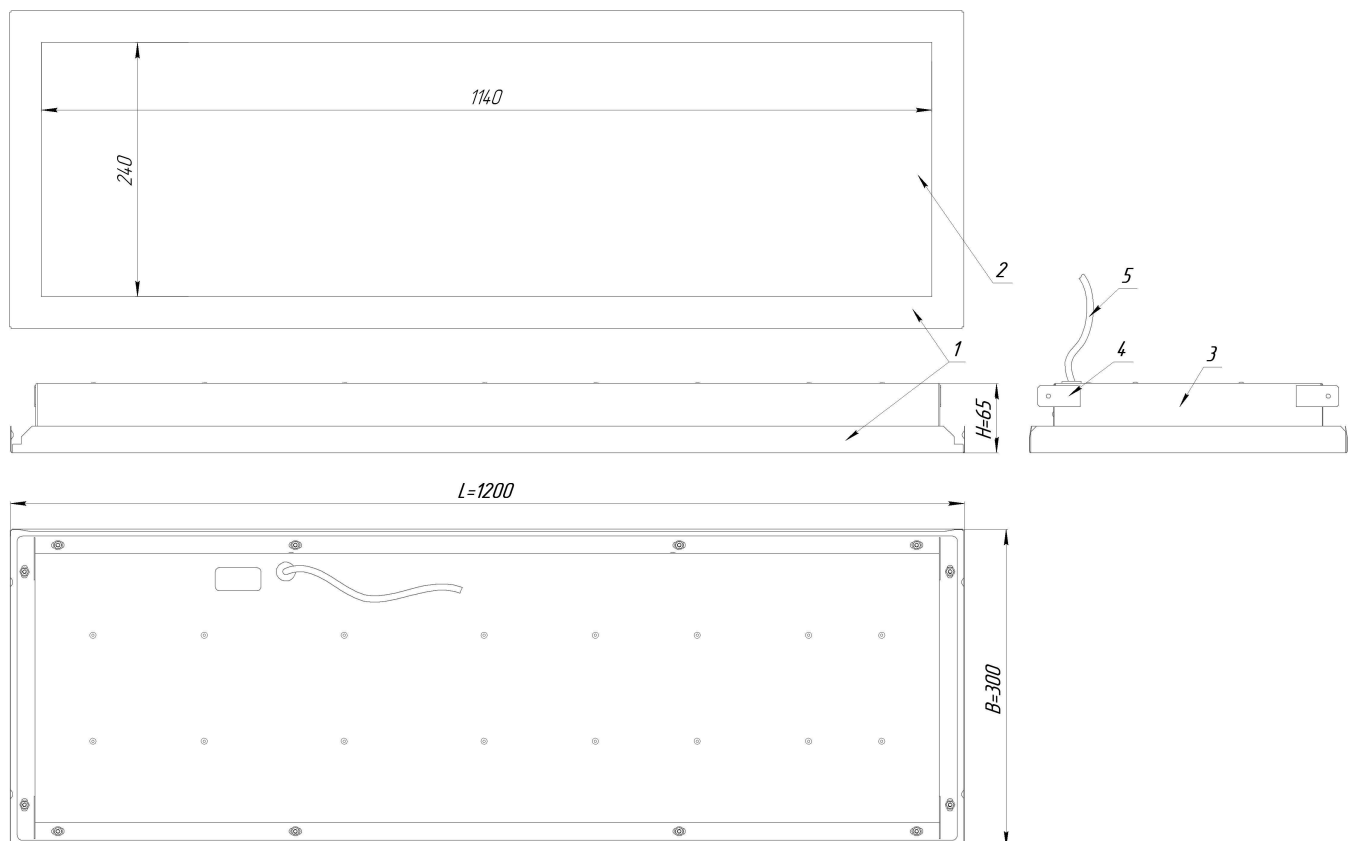

Рисунок 2 - Светильник ДВО15 VC
3.3 Светильник ДВО15 VC (рис. 2 приложения А) состоит из обечайки поз. 1, рассеивателя поз. 2, корпуса со встроенным светодиодным модулем и источником питания поз. 3, пластин подвеса поз. 4 и провода поз. 5.